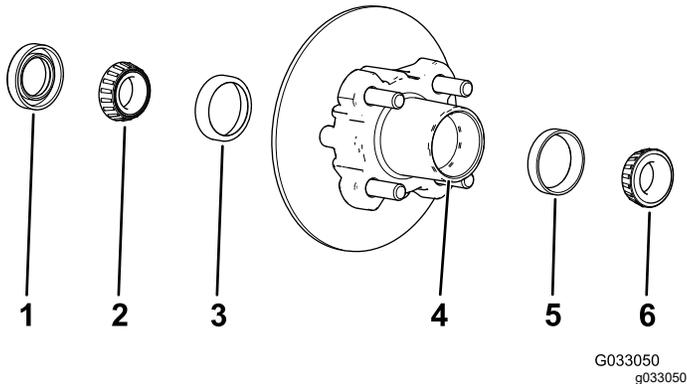

図 28
1. ハブから、外側ベアリングを外す 図 28。
2. ハブから、シール、内側のベアリングを外す 図 28。
5. ハブについているグリス、ごみなどをきれいに取除く 図 28。
7. キャビティの50-80 %程度にグリスを詰める 図 28。
8. ハブの内側に内側ベアリングを取り付け、シールをはめる 図 28。